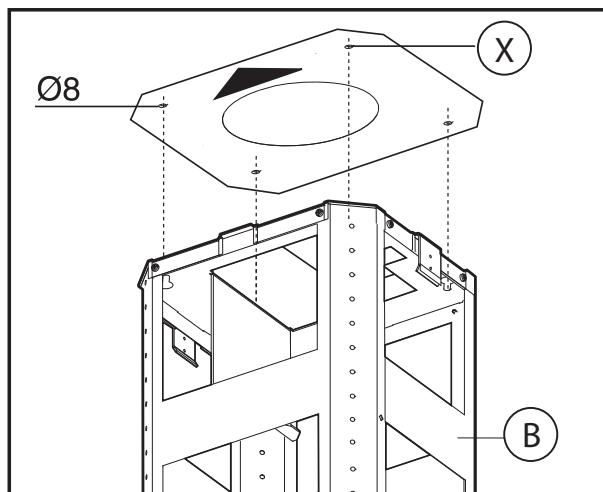

Fig.2
- Coloque la guía de perforación en el techo asegurándose que la flecha sea colocada en el mismo lado del mando del aparato (**Fig.2**). Efectúe los 4 agujeros Ø8 en el techo y atornille 3 tornillos sin ajustar completamente, asegurándose de no introducir el tornillo en el agujero señalado con una X en la guía de perforación (los tornillos y parches de expansión deben ser adaptos al tipo de pared).